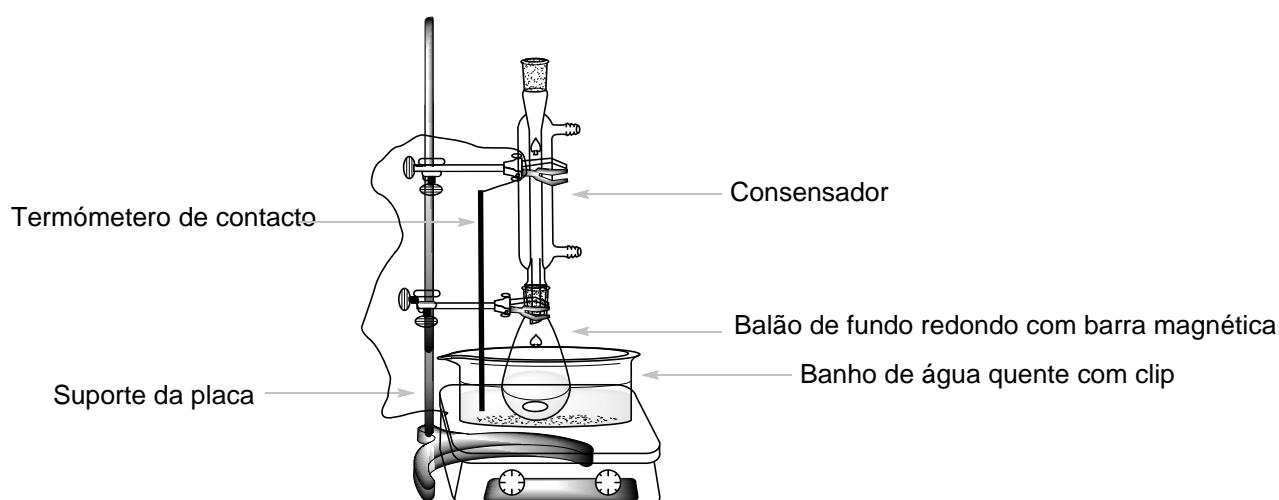

Figura 1. Esquema da montagem para o aquecimento da mistura reacional num banho de água quente.
3. Coloque o balão de fundo redondo no banho de água quente. Coloque o condensador (não é necessário ligar a água para refrigeração) e prenda-o na parte superior com uma garra, conforme mostrado na Figura 1. Deixe o composto **A** dissolver com a agitação.
Pasteur, lave com etanol, o frasco de vidro contendo **DNPH** (em cinco vezes de cerca de 2 cm³ cada, até utilizar todo o etanol medido) de modo a transferir todo o material para o Erlenmeyer. Coloque o Erlenmeyer no banho de água quente e monte o sistema semelhante ao representado na Figura 1. Através da abertura no topo do condensador e com auxílio do funil, adicione 3 cm³ da solução de HCl a 20%. Agite a mistura durante 2 min a 80 °C. O produto **C**, um sólido cristalino laranja começará a se formar. Desligue o aquecimento e levante com cuidado o Erlenmeyer até acima da água quente. (*Atenção!* Toque apenas nas garras, o Erlenmeyer está quente). Deixe a mistura resfriar durante 15 minutos e em seguida coloque o Erlenmeyer num banho de água fria (preparado com água da torneira colocada em um bêquer de 150 cm³).